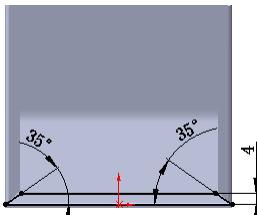
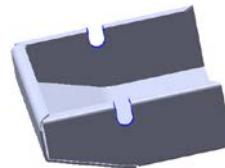

图 9.31 边线—法兰 4 草图
图 9.32 切除—拉伸 2
- (3) 定义法兰参数。
- ① 定义法兰参数。在 **法兰参数(P)** 区域的 文本框中输入折弯半径 3.0。
- ② 定义法兰角度值。在 **角度(G)** 区域的 文本框中输入角度值 90.0。
- ③ 定义长度类型和长度值。在“边线法兰”对话框的 **法兰长度(L)** 区域的 下拉列表中选择 **给定深度** 选项，在 文本框中输入深度值 5，在此区域中单击“外部虚拟交点”按钮 .
- ④ 定义法兰位置。在 **法兰位置(N)** 区域中单击“折弯在外”按钮 .
- (4) 单击 按钮，完成边线—法兰 4 的初步创建。
- (5) 编辑边线—法兰 4 的草图。在设计树的上 **边线-法兰4** 右击，在系统弹出的快捷菜单中单击 按钮，系统进入草图环境。绘制图 9.31 所示的草图。退出草图环境，此时系统完成边线—法兰 4 的创建。
(6) 编辑边线—法兰 4 的特征。在设计树的上 边线—法兰 4 右击，在系统弹出的快捷菜单中单击 按钮，系统弹出边线—法兰 4 对话框。在 **法兰位置(N)** 区域中单击“材料在外”按钮 ，然后单击 按钮，此时系统完成边线—法兰 4 的创建。
Step13. 创建图 9.32 所示的切除—拉伸 2。